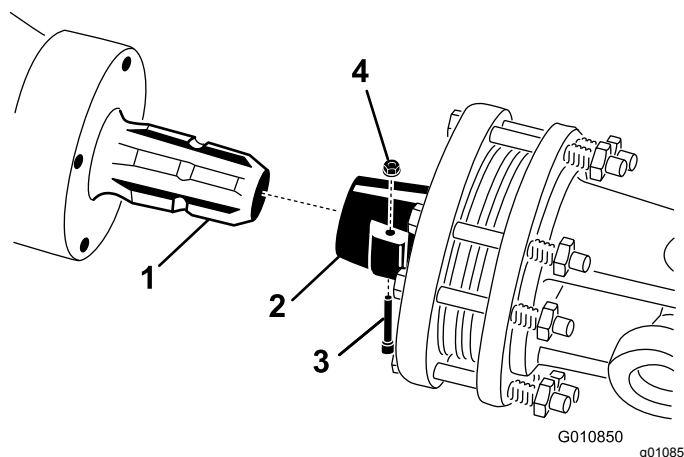

Figura 23
1. Retire el pasador y la tuerca del árbol de la TDF (Figura 23).
2. Conecte el extremo del embrague del árbol de la TDF al eje primario de la caja de engranajes del aireador con el pasador y la tuerca que retiró anteriormente (Figura 23).